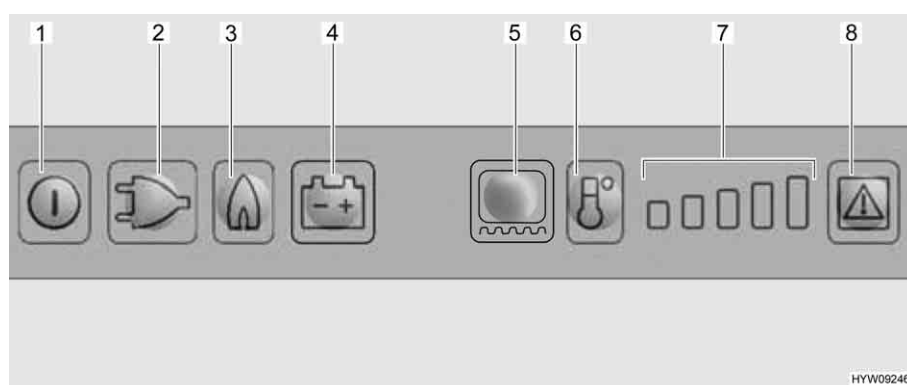

Fig. 191 Elementi di comando del frigorifero
- Premere il tasto On/Off (Fig. 191,1) per circa 2 secondi. Il frigorifero si accende. Si accende il tasto dell'ultima modalità di funzionamento.
- Eventualmente premere il tasto per la modalità di funzionamento "Gas" (Fig. 191,3). Il tasto si accende. L'alimentazione del gas è ora aperta. L'accensione avviene automaticamente. È udibile un ticchettio fino a quando procedura di accensione non è stata portata a termine.
- Regolare la temperatura di refrigerazione con il tasto di selezione dei gradi di temperatura (Fig. 191,6).
- Eventualmente premere il tasto della modalità di funzionamento "230 V" (Fig. 191,2). Il tasto si accende.
- Eventualmente premere il tasto della modalità di funzionamento "12 V" (Fig. 191,4). Il tasto si accende.
- Accendere il riscaldamento del telaio per 2 ore: Premere una volta il tasto luminoso per il riscaldamento del telaio (Fig. 191,5). Sull'indicazione dei gradi di temperatura (Fig. 191,7) si accende una barra.
- Accendere il riscaldamento del telaio per 5 ore: Premere due volte il tasto luminoso per il riscaldamento del telaio (Fig. 191,5). Sull'indicazione dei gradi di temperatura (Fig. 191,7) si accendono due barre.
- Regolazione del riscaldamento del telaio ad esercizio continuo: Premere tre volte il tasto luminoso per il riscaldamento del telaio (Fig. 191,5). Sull'indicazione dei gradi di temperatura (Fig. 191,7) si accendono tre barre.
L'indicazione dei gradi di temperatura (Fig. 191,7) indica per alcuni secondi la durata di esercizio del riscaldamento del telaio.
Nel caso di temperature esterne ed umidità dell'aria elevate è possibile che si formino gocce d'acqua sul telaio in metallo del vano congelatore. Per questo motivo il frigorifero è dotato di un riscaldamento del telaio per il vano congelatore. Nel caso di temperature e umidità dell'aria elevate, accendere il riscaldamento del telaio con il tasto luminoso per il riscaldamento del telaio (Fig. 191,5). È possibile così evitare fenomeni di corrosione. Quando il riscaldamento del telaio è acceso, si accende il tasto luminoso (Fig. 191,5).